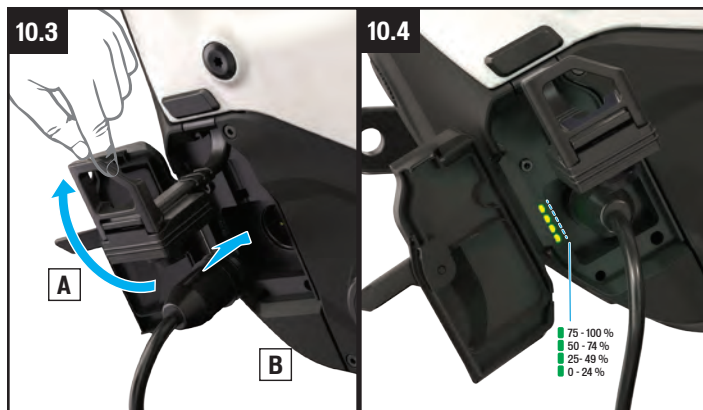

Rys. 10.1
- Ponownie wprowadź pokrywę przewodu głównego do portu i obróć dźwignię z powrotem do pozycji zamkniętej. Następnie zamknij pokrywę portu ładowania, aby zabezpieczyć go przed wodą i zanieczyszczeniami (rys. 10.1).